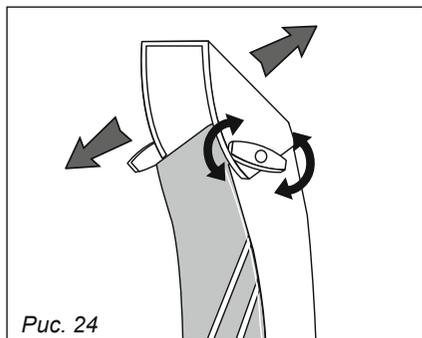

Рис. 24
14.1. Регулировка наклона крыла разгрузочного желоба (рис. 24)